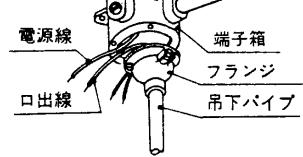

図 2
5. 器具の口出線と電源線を接続してください。(図 2) 接地線は端子箱の接地端子に、ねじ止めしてください。